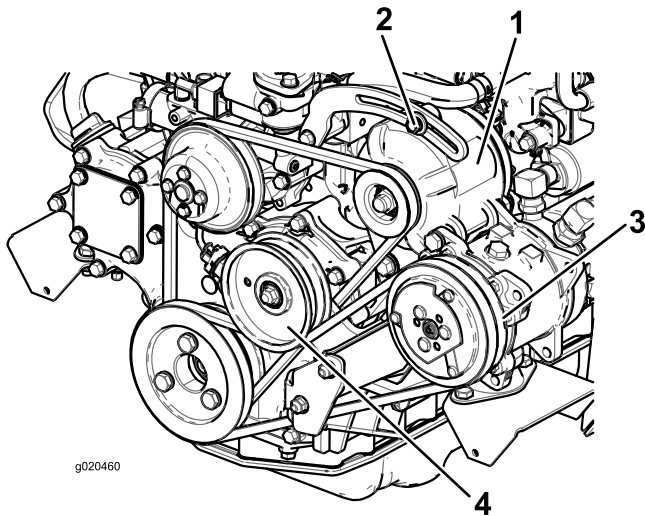

図 72
たわみが 10mm でない場合には、オルタネータ取り付けボルトをゆるめ [図 72]、
100 運転時間ごとにベルト [図 72] の劣化状態および張り具合を点検してください。
2. たわみが 10mm でない場合には、アイドラプーリ取り付けボルトをゆるめる [図 72]。コンプレッサベルトの張りを調整し、ボルトを締め付ける。もう一度ベルトのたわみを点検し、適切に調整されたことを確認する。